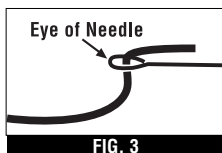

FIG. 3
1. Attach the other end of the elastic cord to the eye of the needle. If necessary, wrap thin clear tape around the joint to secure elastic cord to needle. (Fig. 3)
1. Passez l'autre bout du câble élastique dans le chas de l'aiguille. Mettez, si nécessaire, du papier adhésif étroit afin que le câble élastique ne puisse pas sortir du chas de l'aiguille. (Fig. 3)
1. Una el otro extremo de la cuerda elástica al ojo de la aguja. Si es necesario, envuelva con cinta adhesiva fina y transparente alrededor de la junta para asegurar la cuerda elástica a la aguja. (Fig. 3)